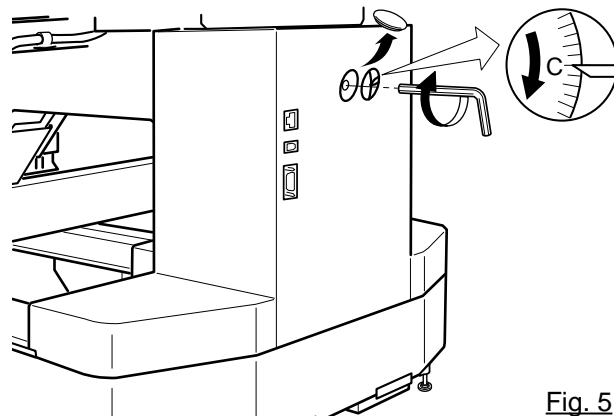
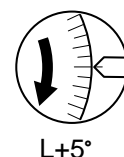

Fig. 5
Fig. 6
5. Поверните главный вал шестиугольным гаечным ключом в направлении, показанном стрелкой, отмеченной на Рис. 5, и установите угол регулировочного диска, как показано на Рис. 6.